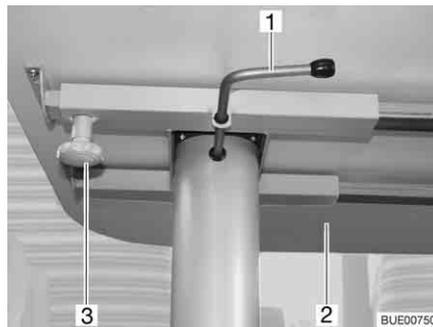

Bild 76 Hubtisch, verschiebbar
- Die Rändelschraube (Bild 76,3) lösen.
- Die Tischplatte (Bild 76,2) in die gewünschte Position schieben.
- Den Verriegelungshebel (Bild 76,1) nach links schwenken. Die Verriegelung des Hubmechanismus ist offen.
- Die Tischplatte (Bild 76,2) in der Mitte bis zum Anschlag nach unten drücken und gedrückt halten.
- Den Verriegelungshebel (Bild 76,1) nach rechts schwenken (Bild 76). Der Hubmechanismus ist verriegelt.
- Den Verriegelungshebel (Bild 76,1) nach links schwenken. Die Verriegelung des Hubmechanismus ist offen. Die Tischplatte fährt bis zum Anschlag nach oben.
- Den Verriegelungshebel nach rechts schwenken (Bild 76). Der Hubmechanismus ist verriegelt.